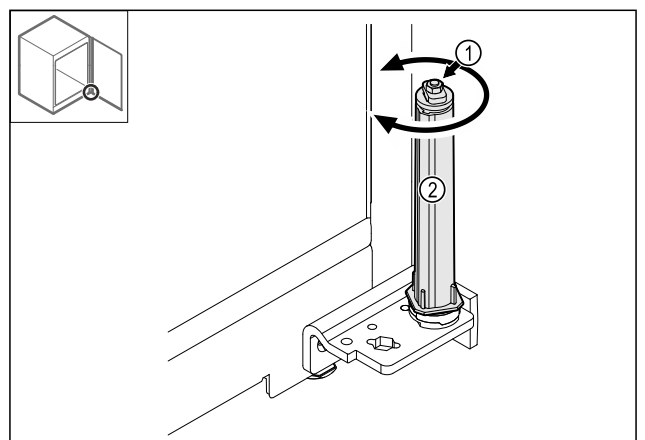

Fig. 32
- ▶ Verschraubung Fig. 32 (1) des Schließsystems nicht zerlegen.
- ▶ Schließsystem Fig. 32 (2) drehen, bis es klickt.